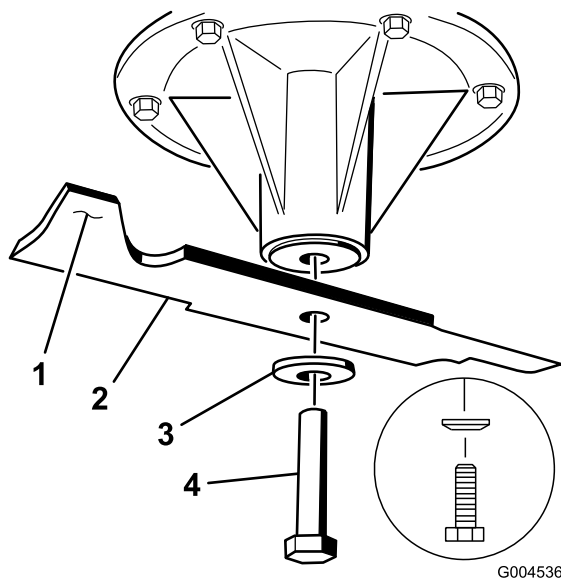

Figure 91
2. Enlevez le boulon, la rondelle bombée et la lame de l'axe (Figure 91).